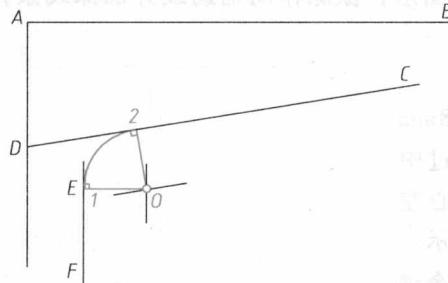

图 1-12 画连接弧
- 3) 画连接弧。以 O 为圆心， O_1 或 O_2 长为半径，作圆弧 12 把 DC 、 EF 连接起来，这个圆弧即为所求连接弧，如图 1-12 所示。
(4) 作 $R3.3\text{mm}$ 圆弧连接